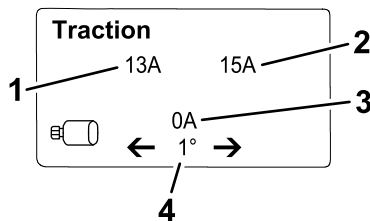

Figura 21
- **Ecrã de informação da tração** (Figura 21): mostra o ângulo atual da direção e a amperagem alocada a cada motor de tração.